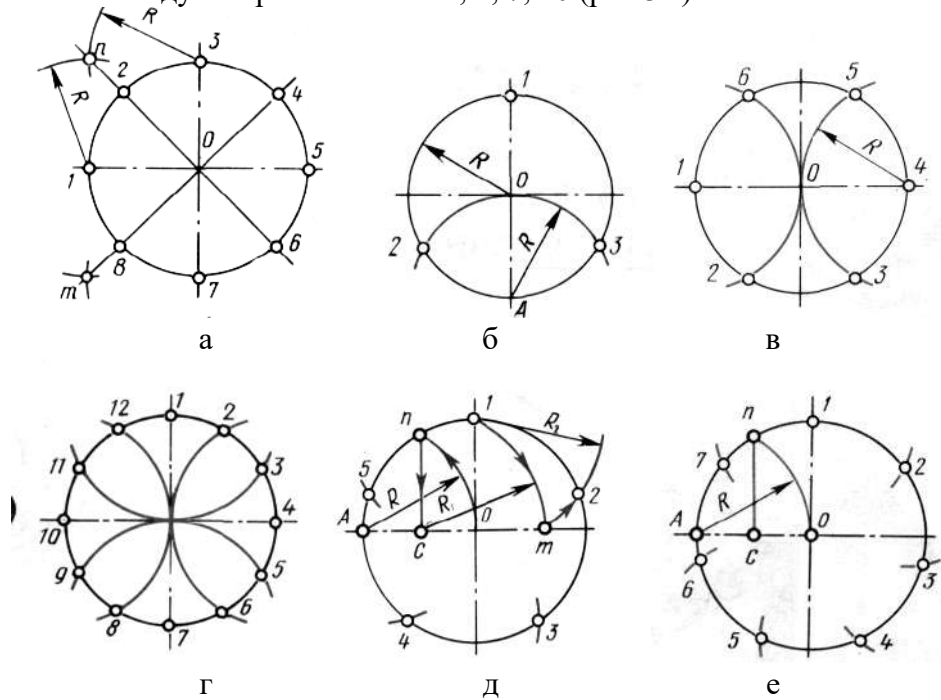

Рис.3. Деление окружностей на равные части
2) Далее делят прямой угол на 2 равные части (точки 2, 4, 6, 8) (рис.3 а).
1) Для нахождения точек, делящих окружность радиуса  $R$  на 3 равные части, достаточно из любой точки окружности, например точки  $A(1)$ , провести дугу радиусом  $R$ . (т.2,3) (рис.3 б).
2) Описываем дуги  $R$  из точек 1 и 4 (рис.3 в).
3) Описываем дуги 4 раза из точек 1, 4, 7, 10 (рис.3 г).
1) Из точки  $A$  радиусом  $R$  проводят дугу, которая пересекает окружность в точке  $n$ . Из точки  $n$  опускают перпендикуляр на горизонтальную осевую линию, получают точку  $C$ . Из точки  $C$  радиусом  $R_1=C1$ , проводят дугу, которая пересекает горизонтальную осевую линию в точке  $m$ . Из точки 1 радиусом  $R_2=1m$ , проводят дугу, пересекающую окружность в точке 2. Дуга  $12=1/5$  длины окружности. Точки 3,4,5 находят, откладывая циркулем отрезки, равные  $m1$  (рис.3 д).
2) Из точки  $A$  проводим вспомогательную дугу радиусом  $R$ , которая пересекает окружность в точке  $n$ . Из нее опускаем перпендикуляр на горизонтальную осевую линию. Из точки 1 радиусом  $R=nc$ , делают по окружности 7 засечек и получают 7 искомых точек (рис.3 е).